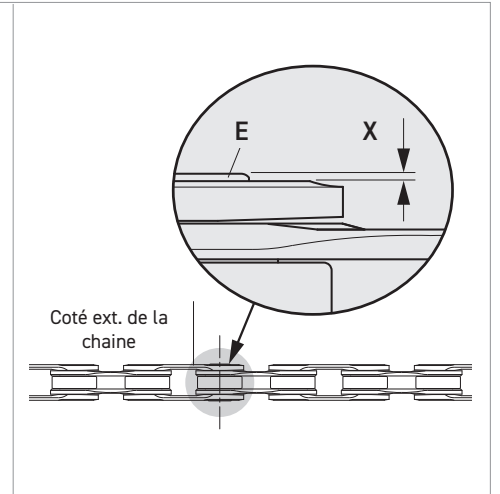

Fig.20
- Le fait que le rivet (E) dépasse légèrement (X) (vers le côté externe de la chaîne) du maillon (Fig. 20) est tout à fait normal et ne gêne pas le glissement normal de la chaîne.